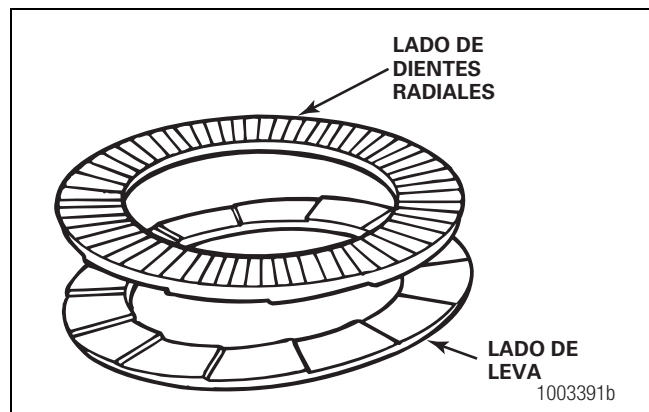

Figura 5.114
- **Para tornillos con arandelas Nord-Lock®:** Instale las arandelas con los dientes radiales hacia el portadiferencial. Figura 5.114.